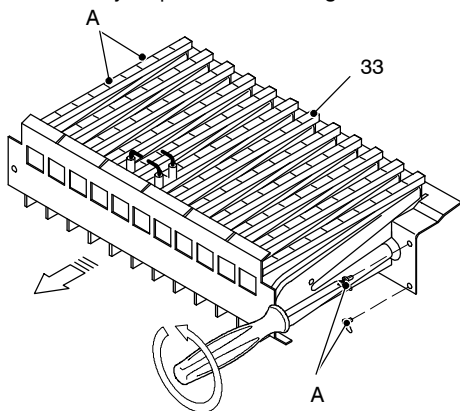

fig. 8.1
- 3 Quitar el panel delantero de la cámara de combustión y el quemador 33 en fig. 8.1